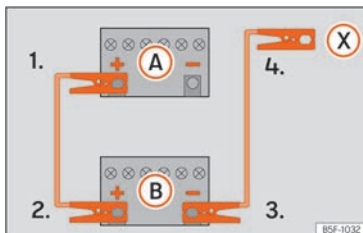

Abb. 222 Anschlusschema für Fahrzeuge ohne Start-Stopp-System.
2. Klemmen Sie ein Ende des roten Starthilfekabels an den Pluspol $\oplus$ des Fahrzeugs mit der entladenen Fahrzeugbatterie (A).
3. Klemmen Sie das andere Ende des roten Starthilfekabels an den Pluspol $\oplus$ des stromgebenden Fahrzeugs (B).
4. Fahrzeuge ohne Start-Stopp-System: Klemmen Sie ein Ende des schwarzen Starthilfekabels an den Minuspol $\ominus$ des stromgebenden Fahrzeugs (B) » (Abb. 222).